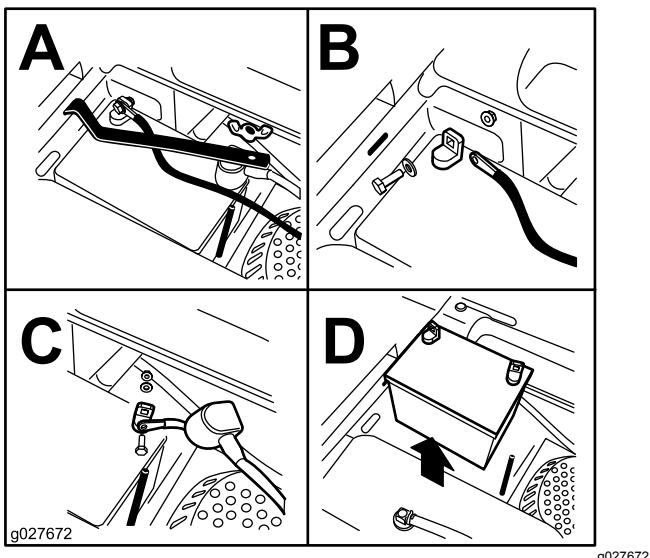

Figure 53
3. Retirez l'écrou à oreilles qui fixe la barrette de maintien de la batterie (Figure 53).
5. Déposez la barrette de maintien (Figure 53).
6. Commencez par débrancher le câble négatif (noir) de la borne négative (-) (noire) de la batterie (Figure 53).
7. Enlevez le capuchon rouge de la borne positive (rouge) de la batterie et débranchez le câble positif (+) (rouge) (Figure 53).
1. Placez la batterie dans son support en tournant les bornes à l'opposé du réservoir de carburant (Figure 53).
4. Fixez les câbles avec 2 boulons, 2 rondelles et 2 contre-écrous (Figure 53).
6. Reposez la barrette de maintien et fixez-la avec l'écrou à oreilles (Figure 53).